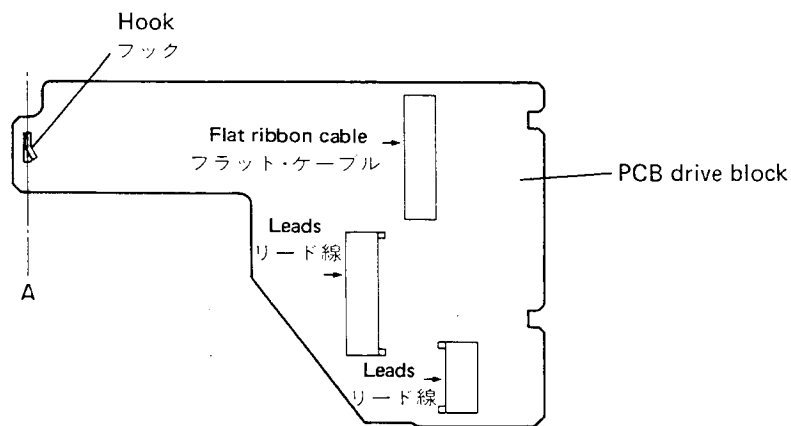

Fig. 2-6
- I. Remove the flat ribbon cable and leads of the PCB drive block, then bend the hook back over the hole (on line A) as shown in Fig. 2-6 using pliers.
- I. PCB DRIVE BLK のフラット・ケーブル及びリード線 (図2-6)を外し、図2-6 のフックの曲げをプライヤー等で穴上 (A線上) に曲げ戻す。
- I. PCB DRIVE BLK のフラット・ケーブル及びリード線 (図2-6)を外し, 図2-6 のフックの曲げをプライヤー等で穴上(A線上)に曲げ戻す。